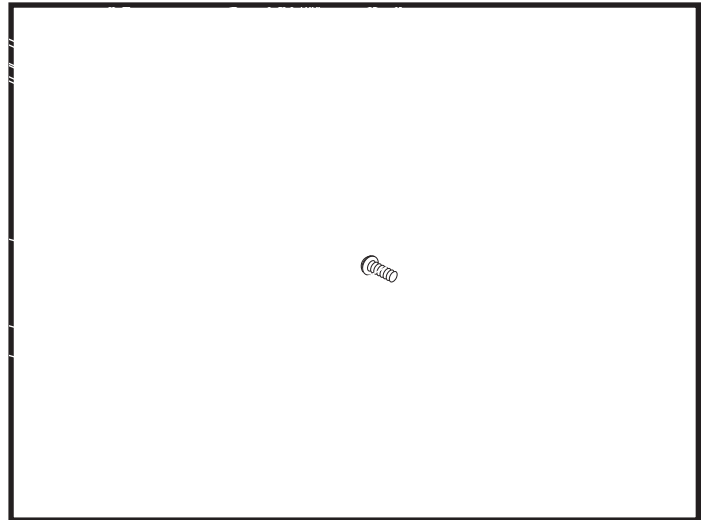

Abb. 10. Einstellung der Fußbrett
Sie können den Winkel Ihres Fußbretts ändern. **Siehe Abb.10.**
2. Drehen Sie die Schraube, um die Vorderkante des Fußbretts zu heben oder senken. **Siehe Abb. 10.**